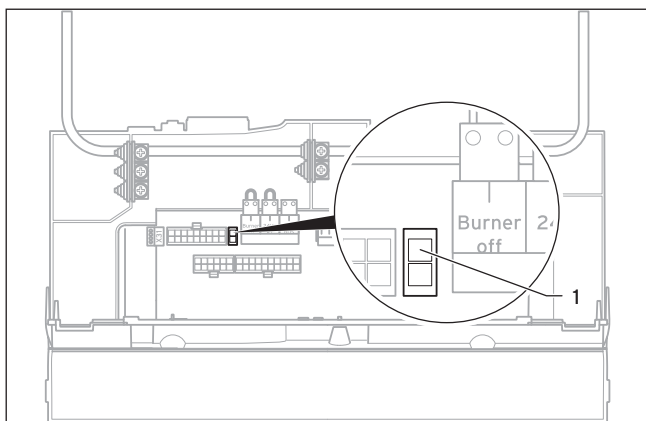

Fig. 2.4 Sustitución de la resistencia de codificación
- ▶ Al apretar las tuercas de racor en la valvulería del gas, sujete por el lado opuesto de la valvulería del gas (5) y (6) utilizando una llave de boca.
- ▶ Desenganche la tapa posterior (2) de la caja electrónica de los soportes de la caja electrónica (3).
- ▶ Extraiga la resistencia de codificación antigua (1, Fig. 2.4).